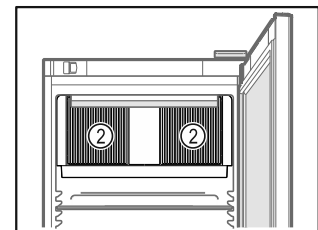

Fig. 59
- Lüftungsschlitze Fig. 59 (2) des Umluftgebläses im Innenraum freihalten.